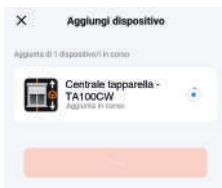
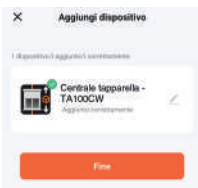

Fig.7
Fig.8
7. Attendere che il dispositivo venga aggiunto e premere **Fine** (Fig.7, Fig.8).